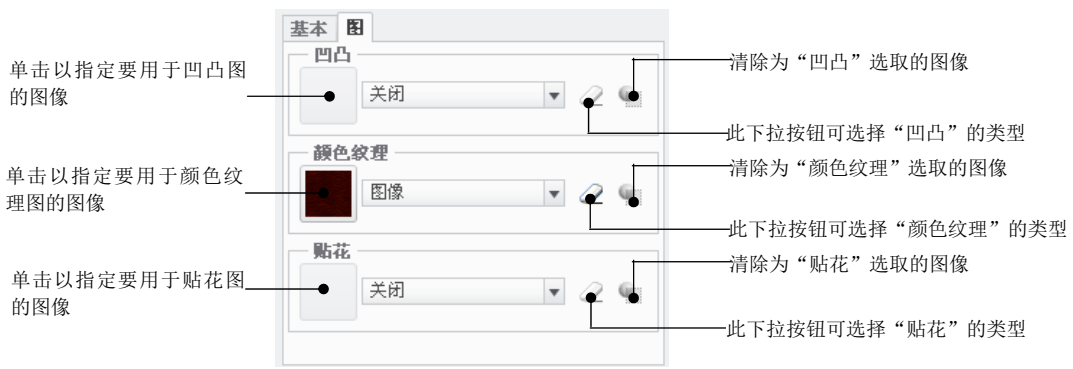

图 12.2.10 “图” 选项卡
图 选项卡用于设置模型的纹理外观，该选项卡界面中包括凹凸、颜色纹理和贴花三个区域（图 12.2.10）。
- 凹凸 选项：利用该项功能可以把图片附于模型表面上，使模型表面产生凸凹不平状，这对创建具有粗糙表面的材质很有用。选择 关闭 下拉列表中的某一类型（图像、程序图像、毛坯、注塑或泡沫），然后单击该区域前面的“凹凸”放置按钮（图 12.2.10），系统会弹出“打开”对话框，通过选取某种图像，可在模型上放置凹凸图片。